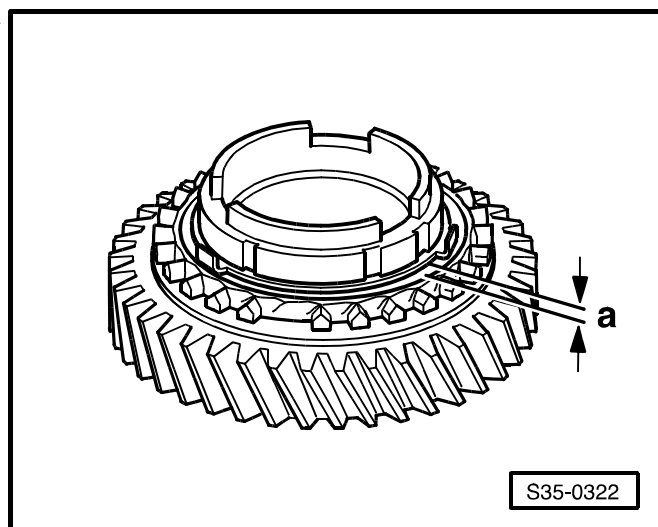

Рис. 11: Контроль износа блокирующих колец синхронизатора для 1-ой, 2-ой и 3-ей передач
- проверить на износ ⇒ Рис. 11 в **35-2** страница 7
проверить на износ ⇒ Рис. 11 в **35-2** страница 7